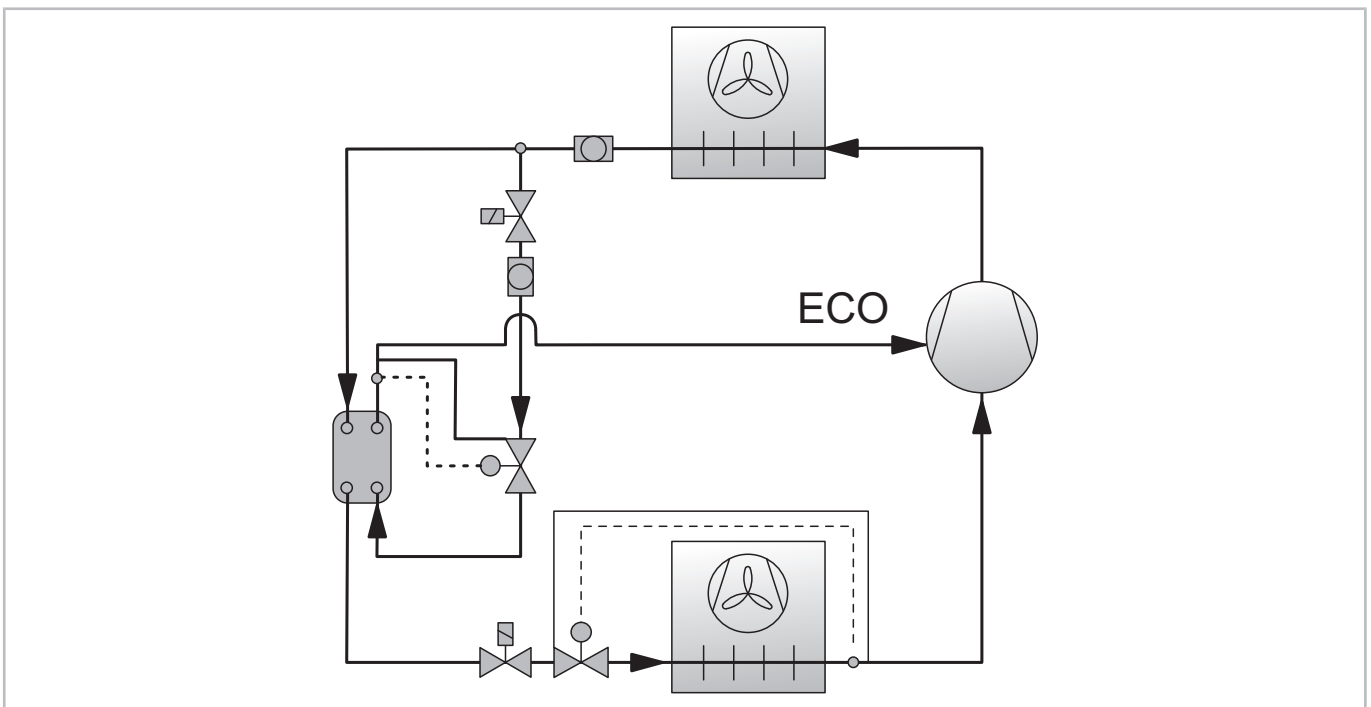

Abb. 6: Anlage mit Economiser und Flüssigkeitsunterkühlungskreislauf
- Der zusätzliche Wärmeübertrager (hier: Flüssigkeitsunterkühler) unterkühlt das flüssige Kältemittel, indem ein Teil des aus dem Verflüssiger kommenden Kältemittels über ein Expansionsorgan im Gegenstrom in den Unterkühler eingespeist und unter Wärmeaufnahme verdampft wird. Der überhitzte Dampf wird am ECO-Anschluss des Verdichters abgesaugt und mit dem vom Verdampfer kommenden, bereits vorkomprimierten Dampf vermischt (*siehe Abbildung 6, Seite 9*).